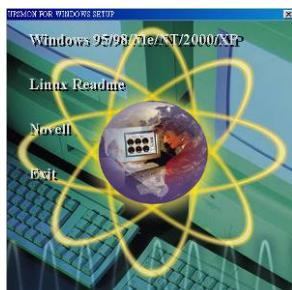

Рис. 5.1
1. Вставить компакт-диск с программой «UPSMON» в дисковод CD-ROM. Программа установки запускается автоматически, при этом на мониторе появляется меню (показано на рис. 5.1); выберите в меню операционную систему, установленную на вашем компьютере, и кликните курсором мыши по соответствующей строке. (Например, если вы используете операционную систему Windows XP™, кликните курсором по ссылке **Windows 98/ Me/ 2000/NT/XP.**)